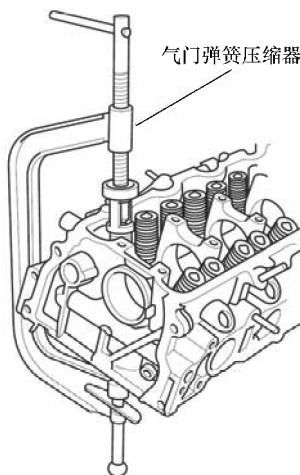

图 10-29 安装气门弹簧压缩器
- 3) 安装如图 10-29 所示的气门弹簧压缩器。压缩弹簧, 并拆下气门弹簧座销。
7) 安装气门弹簧压缩器, 压缩气门弹簧并安装气门弹簧座销, 如图 10-29 所示。